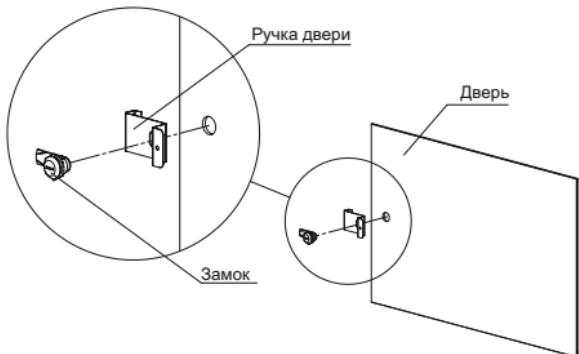

Рисунок 4
4.1.3.1 Вставьте в отверстие ручки двери замок, предварительно скрутив с него гайку. Установите ручку двери с замком в отверстие стекла и закрепите гайкой (рисунок 4).